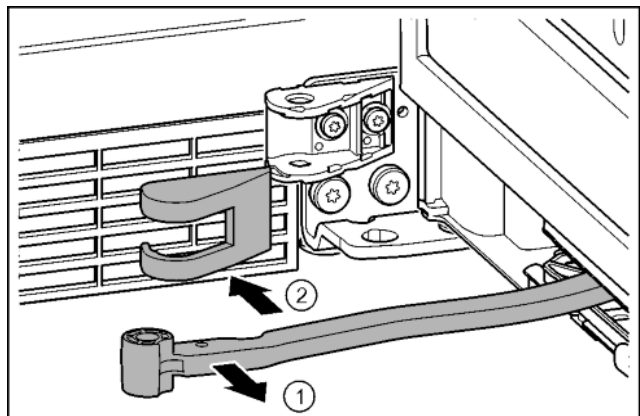

Fig. 16
- ▶ Kĺb otočte v smere dverí. Fig. 16 (1)
- ▶ Vyberte kryt ložiskovej konzoly. Fig. 16 (2)